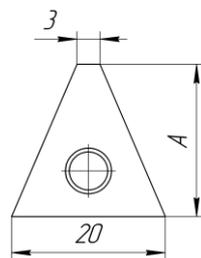

Рис. 3
*Вариант исполнения шипа №1 (рис. 3):* шип имеют форму трапеции с основанием 20мм и вершиной 3мм.
Заточка шипов, в случае их притупления, должна быть произведена так, чтобы сохранить геометрию рабочего контура шипа, которая показана на рис. 3 и 4.